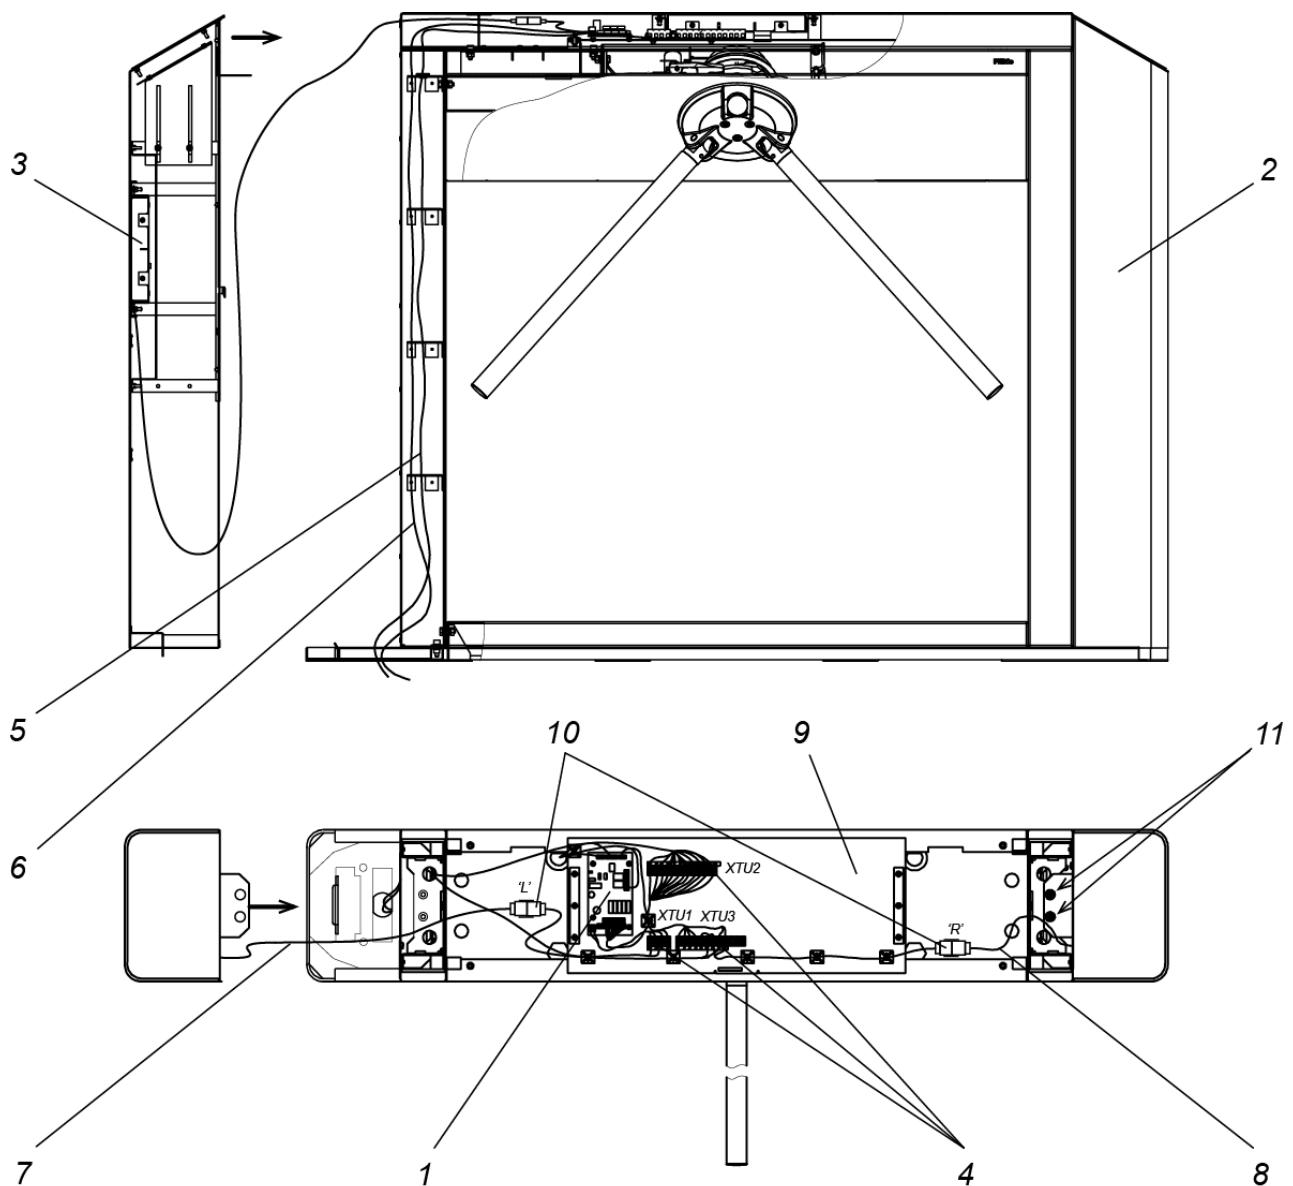

Рисунок 15. Схема прокладки кабелей в стойке турникета
3. При необходимости прокладки кабелей под поверхностью пола подготовьте в полу кабельный канал, подходящий к зоне ввода этих кабелей в стойку турникета. Прокладка кабелей внутри стойки показана на рис. 15.
5. Распакуйте основную стойку турникета (ящик №1). Снимите крышку турникета (2), порядок снятия описан в разд. 6.
7. Подключите кабель (9) от ИП к выносной клеммной колодке **XTU1** согласно схеме подключения.
8. При необходимости произведите установку платы внешнего контроллера СКУД внутри стойки турникета на кронштейне (9, рис.15) и подключите его к плате управления CLB (см. разд.8.4).
9. Подключите кабель ПДУ (10) или приемник РУ к выносной клеммной колодке **XTU2** (см. разд.8.4) или к внешнему контроллеру СКУД (см. РЭ на контроллер).
12. Распакуйте боковые модули (6, 13 или 17) (ящик №2) и боковые крышки (8) (упакованы отдельно).
- зафиксируйте боковой модуль при помощи двух винтов M5×12 с двумя шайбами каждый – пружинной и плоской увеличенной (см. позицию 11 на рис. 15), винты и шайбы входят в комплект поставки основной стойки турникета;
- присоедините разъем кабеля индикации от бокового модуля к соответствующему (правому «R» или левому «L») разъему кабеля индикации от основной стойки (10 на рис.15).
17. Установите на место основную крышку турникета (2), см. разд. 6.